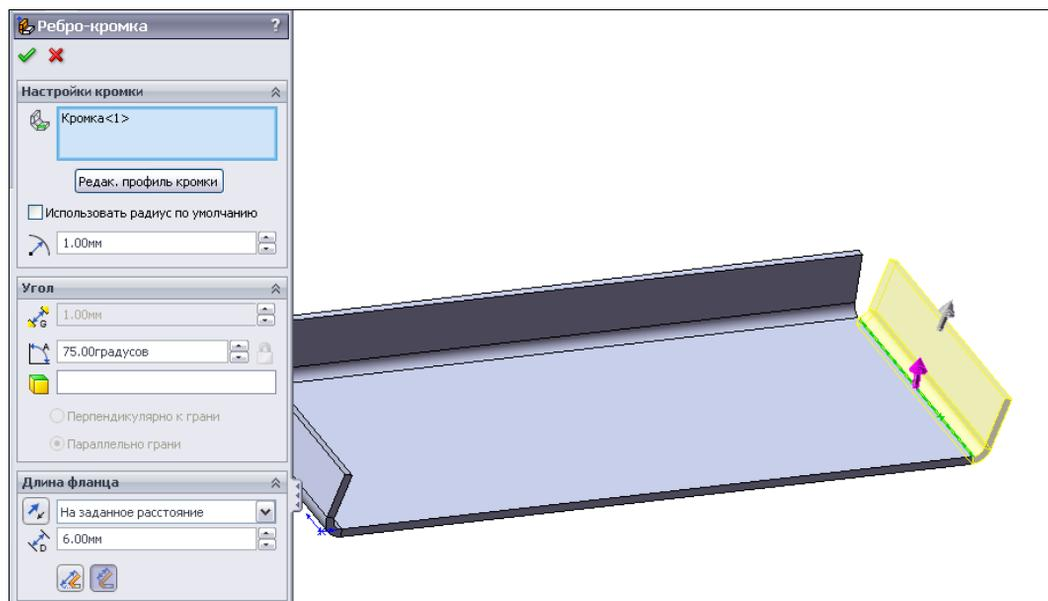

Рис. 4.39
9. Аналогичным образом построим еще одно ребро-кромку, только под углом 75° (рис. 4.39).